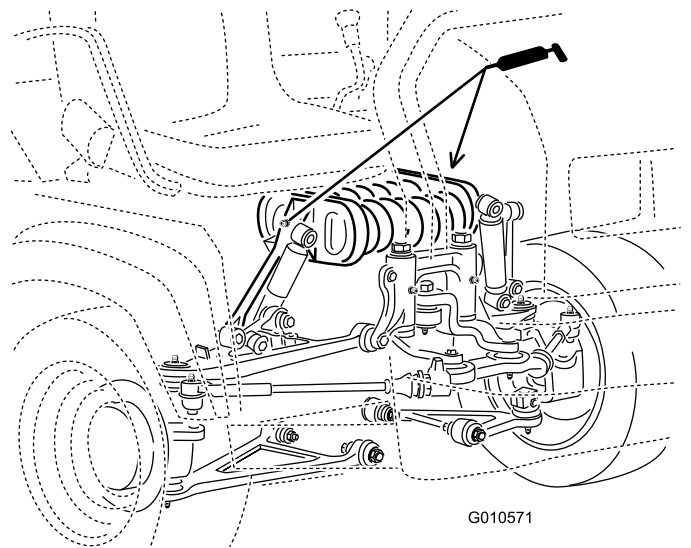

Bild 30
- Federstangen (2), siehe Bild 30